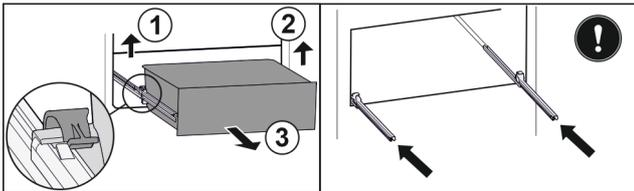

Fig. 102
- ▶ Linke Klemme anheben und gleichzeitig Schubfach links nach vorne ziehen. Fig. 102 (1)
- ▶ Rechte Klemme anheben und gleichzeitig Schubfach rechts nach vorne ziehen. Fig. 102 (2)
- ▶ Schubfach nach vorne entnehmen. Fig. 102 (3)